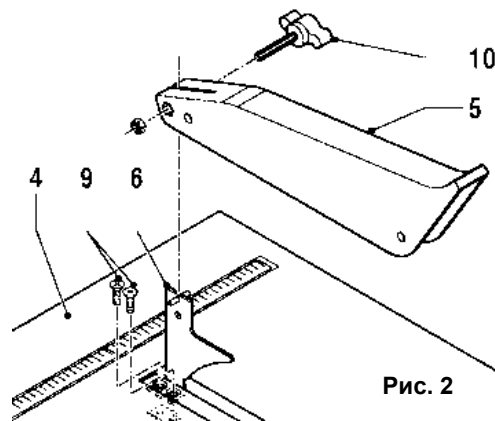

Рис. 2
- С помощью винтов прикрепите расклинивающий нож (6) (См. Рис.2) к столу (4).
- На расклинивателе (6) установить и зафиксировать винтом крепления верхний защитный кожух (5).
- Затяните фиксатор рукоятки (10) (См. Рис.2).